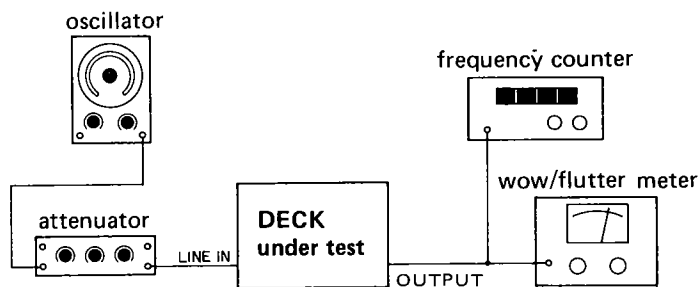

Fig. 5-11
1. Connect a frequency counter to either one of OUTPUT jacks. Fig. 5-11.
1. 周波数カウンタをOUTPUTジャックに接続する(図5-11参照)
1. Connect a wow and flutter meter to the deck as shown in Fig. 5-11.
1. 図5-11のようにワウ・フラッタ・メータをデッキに接続する。